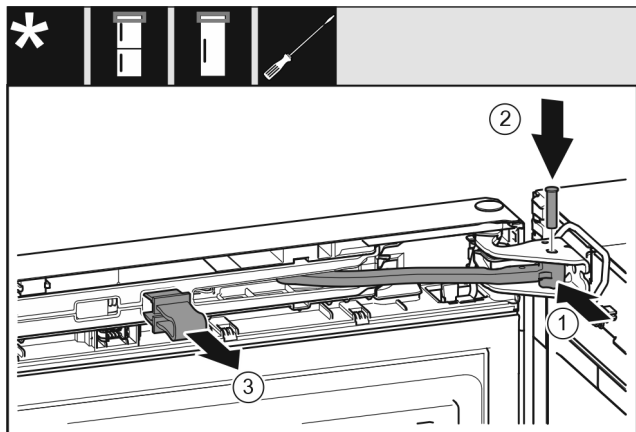

Fig. 50
- ▶ Поверните шарнир в опорном кронштейне. Fig. 50 (1)
- ▶ Вставьте палец в опорный кронштейн и шарнир. При этом следите за тем, чтобы выступ фиксатора занимал правильное положение в пазу. Fig. 50 (2)
- ▶ Снимите предохранитель. Fig. 50 (3)